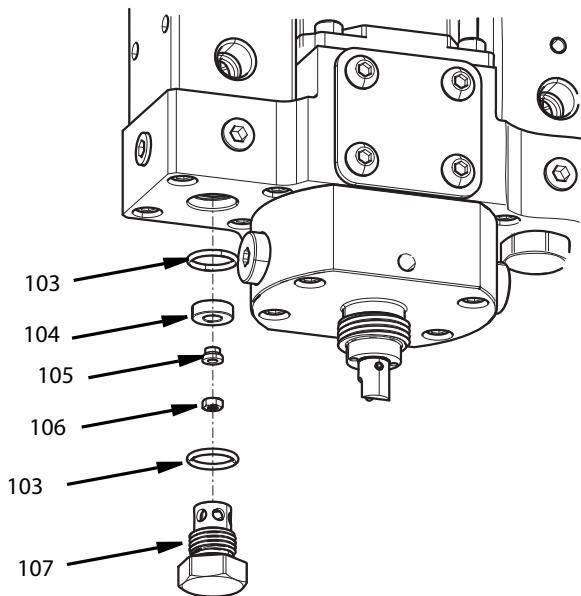

Рис. 27
2. Удалите фиксатор седла клапана (107), используя 19 мм рожковый гаечный ключ.
3. Снимите гайку (106), удерживающую реверсивное сопло (105), используя 5,5 мм торцевой гаечный ключ.
4. Извлеките седло клапана (104) и уплотнительные кольца (103). См. Рис. 27, стр. 38.